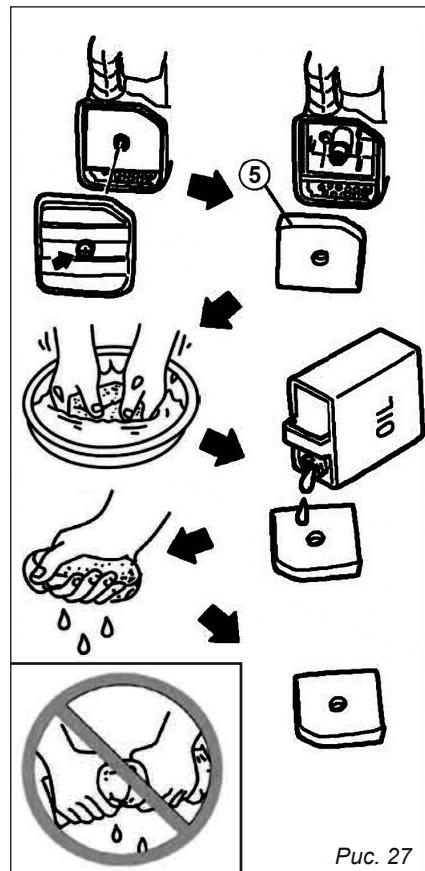

Рис. 27
При обнаружении любых дефектов фильтрующий элемент **⑤** заменить новым оригинальным, рис. 27.